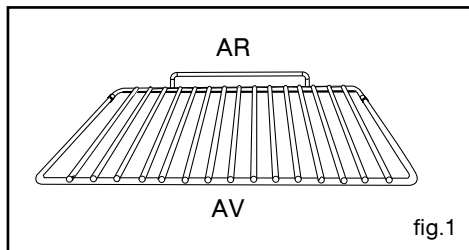

fig.1
• **Grille sécurité anti-basculement fig.1**